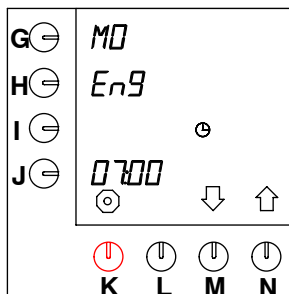

Fig. 30 Ajuste do idioma
- Após 10 segundos, o valor padrão "EnG" aparece a piscar ao lado da tecla de programação. Consulte a fig. 30 .